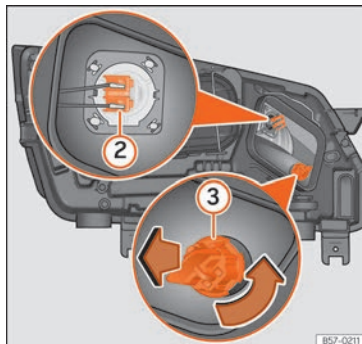

Fig. 111 Dans le compartiment moteur : ampoule des feux de route ② et ampoule clignotante ③.
3. Appuyez sur le connecteur » fig. 111 ② vers la gauche ou la droite et tirez.
3. Tournez le support d'ampoule » fig. 111 ③ vers la gauche puis tirez.